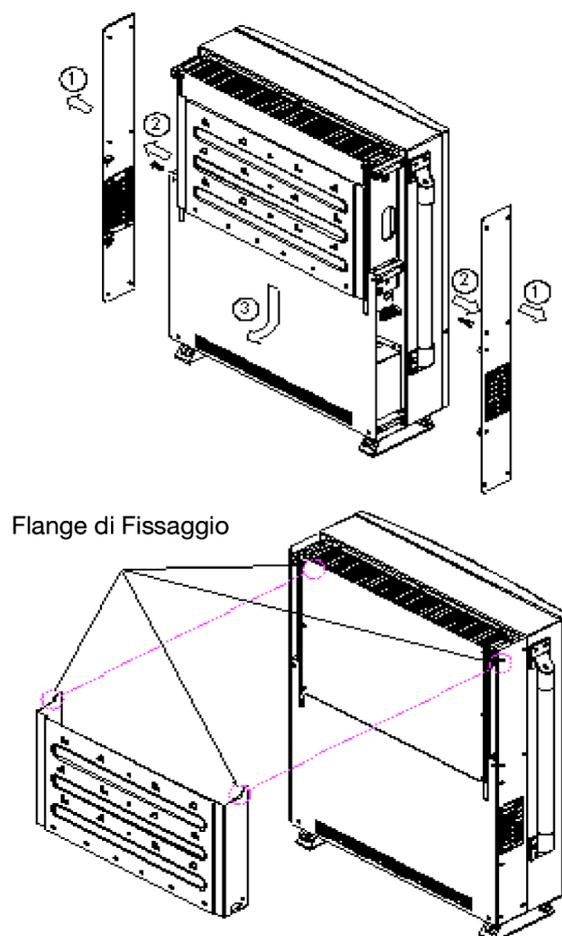

Fig. 2.2.1 Rimozione della staffa di montaggio dall'inverter
1. Dopo aver estratto l'inverter dall'imballaggio di cartone, è necessario rimuovere la staffa di montaggio attaccata all'inverter stesso secondo quanto illustrato nella Fig. 2.2.1 qui sotto.